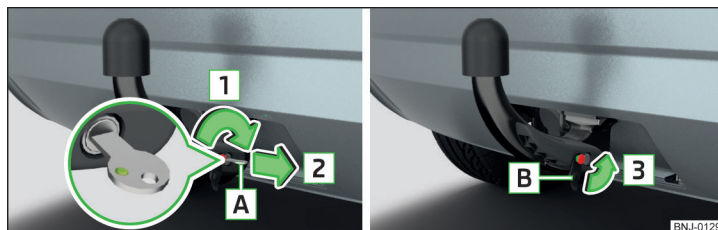

Fig. 156 Bloccare la serratura ed estrarre la chiave / applicare il coperchio sulla serratura
- Ruotare la chiave [A] in direzione della freccia [1], in modo che il suo contrasegno verde sia rivolto verso l'alto » fig. 156.